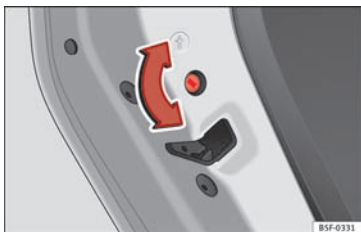

Fig. 36 Børnesikring i venstre dør
- Mens døren er åben, skal du bruge bilnøglen til at dreje slidsen mod uret i døren i venstre side » **Fig. 36** og med uret i døren i højre side.
- Mens døren er åben, skal du bruge nøglen til at dreje slidsen mod uret i den højre dør og med uret i den venstre dør »» **Fig. 36.**